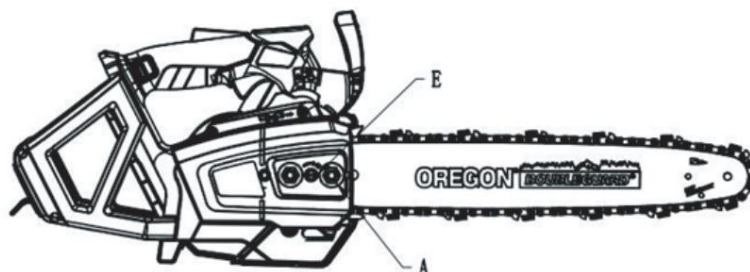

Fig 9
6. Hold spidsen af sværdet opad, og drej justeringsmekanismen (E) med uret, indtil kæden sidder tæt mod bunden af baren.
Spænd derefter møtrikken på tandhjulsdækslet (A) for at fastgøre tandhjulsdækslet (fig. 9).